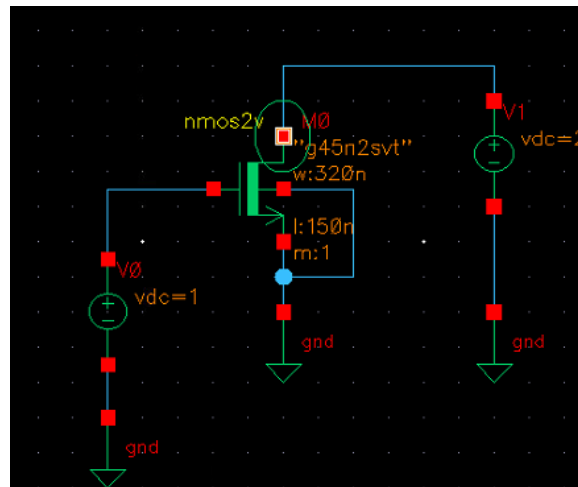

Рисунок 2.4 – Выбор стока транзистора
6. Нажать Outputs/To be plotted/Select on schematic в окне ADEL. Выбрать в окне редактора вывод стока транзистора (рисунок 2.4).